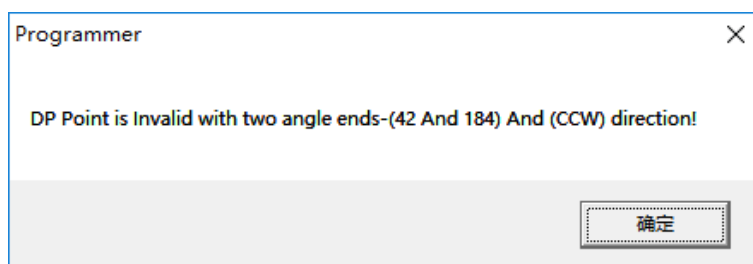

图 6.1.7 编程参数异常
6、确认好编程参数后可点击 Linear Graph 按钮查看该设置的参数值是否合理，若有参数设置异常，则会提示类似于下图 6.1.7 中所示的警告，根据图中信息确认 DP 点是否设置正确，或是 clockwise 是否需要勾选。